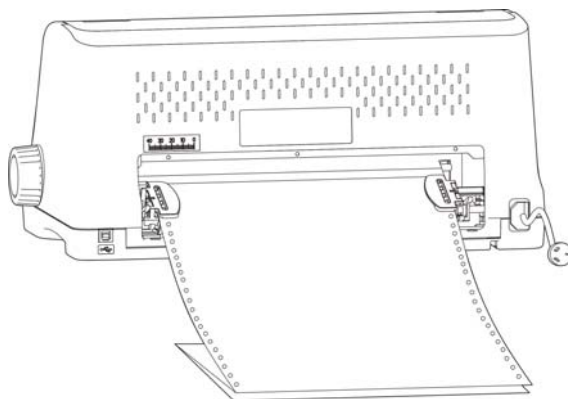

图 3-8 将连续纸安装在拖纸器上
4. 打开左、右拖纸器的压盖，将纸装入拖纸齿形带上（如图 3-8 所示）。